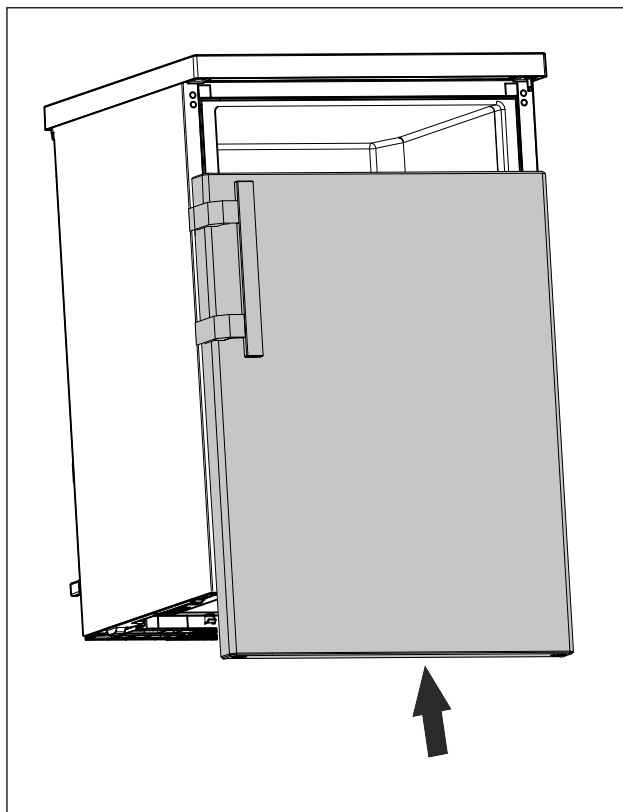

Fig. 24
- ▶ V zavřeném stavu nasadte dvířka na horní čep. (viz Fig. 24)